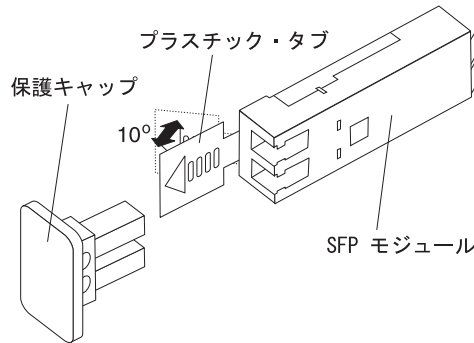

図 17. SFP モジュールのラッチのアンロック
2. 図 17 に示すように、プラスチック・タブを外側に 10° の角度で引くことにより、SFP モジュールのラッチをアンロックします。